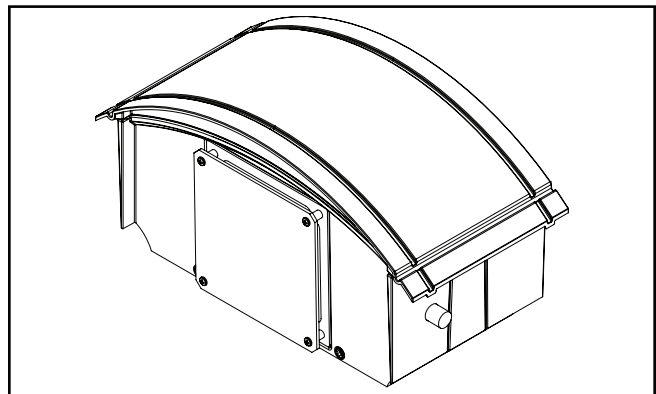

Figura 5a.
3. Alinee y asegure la pantalla antivandalismo a la luminaria con 4 tornillos provistos. (Figura 5a).